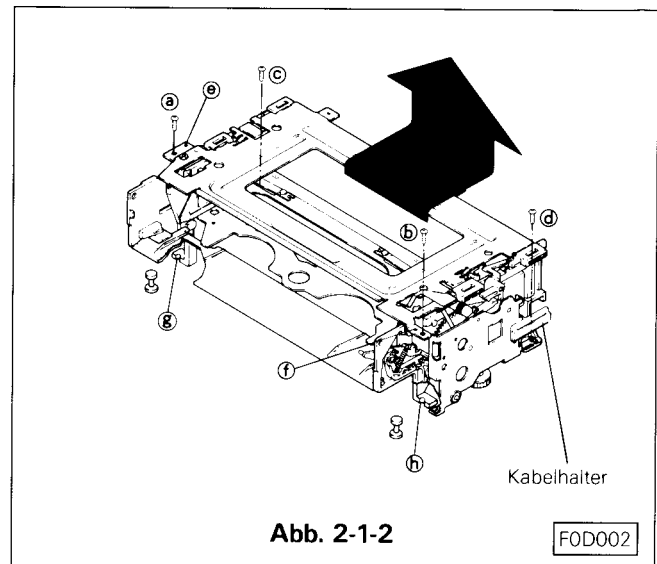

Abb. 2-1-2
- Die fünf Kassettenfachbefestigungsschrauben ①, ②, ③ und ④, entfernen. Das Kassettenfach vorsichtig nach oben in Pfeilrichtung herausnehmen. (Siehe Abb. 2-1-2)